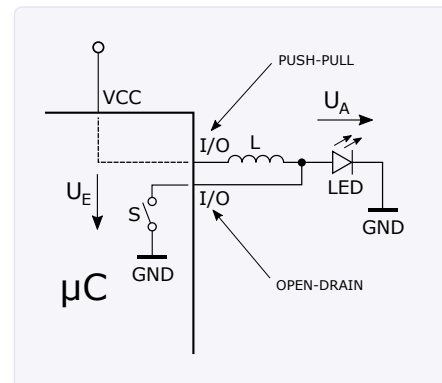

Figure 4. Paramétrage des broches du port du μC .
pondra sur cette broche le potentiel de masse GND (fig. 4). En mode drain ouvert, quand le niveau logique est haut (1), la sortie concernée n'a pas de potentiel défini (la sortie est ouverte, tout comme l'interrupteur S ci-dessus), tandis que pour un niveau logique bas (0) le potentiel sur la broche de sortie est celui de GND.